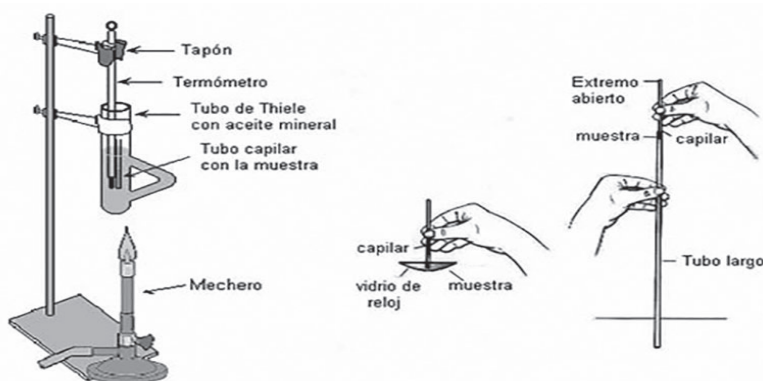

Figura 5. Montaje para la terminación de punto de fusión.
- En esta práctica se utilizará el tubo Thiele (véase la figura 5) para determinar los puntos de fusión y de ebullición.
- Sujete el capilar al termómetro con una banda de caucho, asegurándose de que la muestra quede a la misma altura del bulbo del termómetro (como lo muestra la figura 5). Luego sumerja el termómetro junto con la muestra en el tubo Thiele que contiene la glicerina o aceite mineral. Realice el montaje como se muestra en la figura 5.
- Emplee el mismo montaje de la figura 5 pero reemplace el capilar por un tubo de ensayo delgado (bujía). Llene ese tubo a la altura media con el líquido y ubique un pedazo de capilar en el tubo de ensayo.